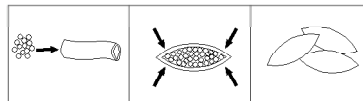

fig.12
- 3- l'article est prêt à faire ressortir votre pâte sous forme cylindrique pour la farcir et préparer des chaussons. (fig.12)